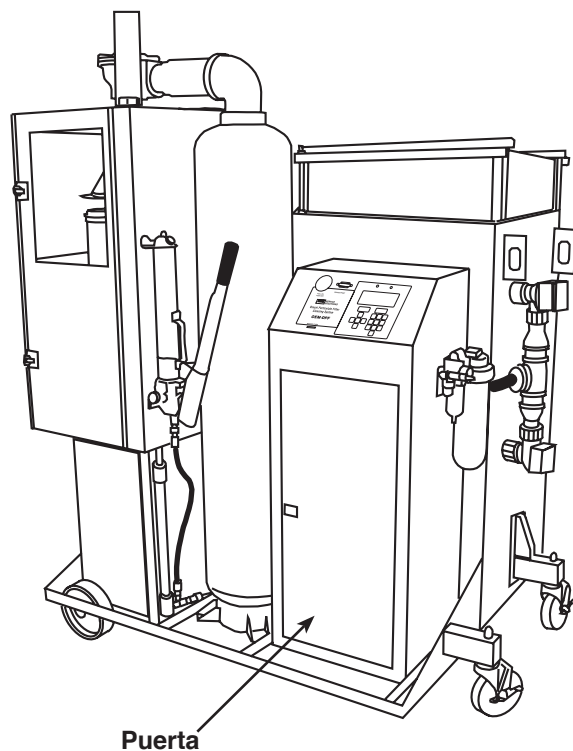

Figura 10
2. Abra la puerta de la cámara de la aspiradora ubicada en la parte delantera del limpiador del DPF. Consulte la Figura 10.